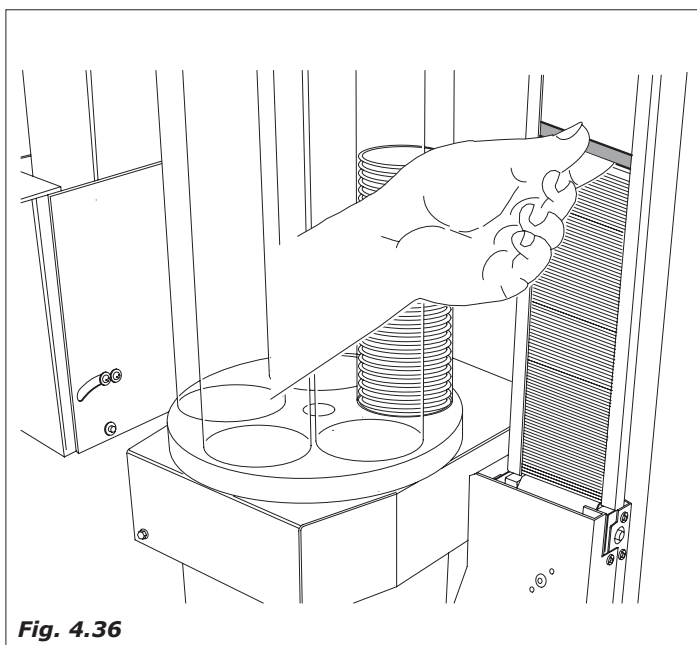

Fig. 4.36
- Completato il caricamento reinserire il pesetto (Fig.4.36).